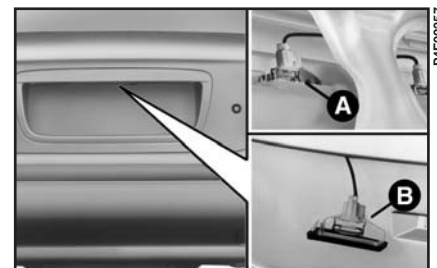

рис. 25
## ФОНАРЬ ОСВЕЩЕНИЯ НО- МЕРНОГО ЗНАКА (рис. 25)
2) Извлеките патрон, поддев его отверткой в точке **A** (рис. 25).